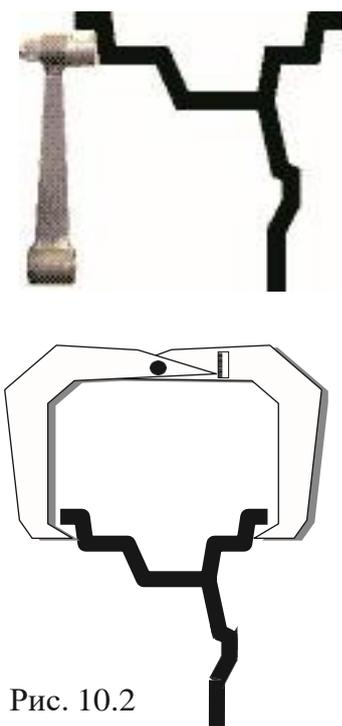

Рис. 10.2
месту установки корректирующих грузов на внутренней стороне обода (см. рис. 10.2) и удерживать штангу в этом положении до появления звукового сигнала, после чего вернуть штангу в исходное положение. При этом экран основного рабочего режима сменится на экран ввода геометрических параметров колеса (рис.10.1).
Примечание. На маркировке диска указывается диаметр по посадке резины. А с помощью выдвижной штанги вводится диаметр места установки груза, например, на (рис. 10.2) вводится диаметр места установки груза на пружинке, который больше диаметра по посадке резины примерно на 1 дюйм. Поэтому диаметр, введенный выдвижной штангой будет отличаться от диаметра на маркировке диска и шины.
10.3. Ширина диска обычно отмечена на его маркировке. При отсутствии маркировки или невозможности ее прочтения ширину следует измерить специальным инструментом - кронциркулем (см. рис. 10.2).